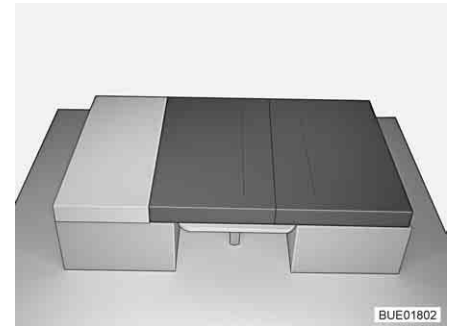

Bild 115 Efter ombyggnaden
- Lägg en ryggdyna mellan sittdynan och sittbänkens bakkvägg (se Bild 115).